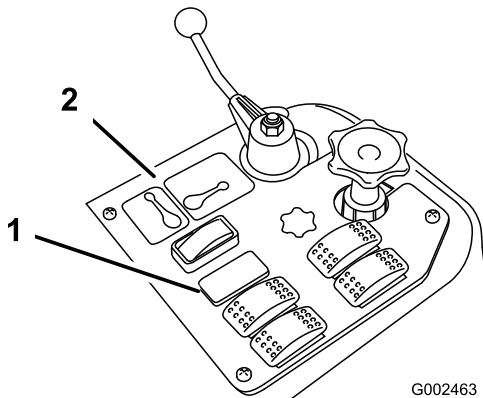
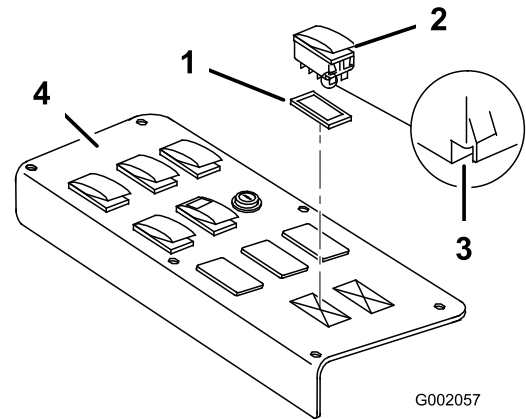

Figura 17
Figura 18
1. Retire el panel de control de pulverización para tener acceso a su cara inferior (Figura 17 para el 1200 y Figura 18 para el 1250).
2. Retire el tapón de la ranura del Sonic Boom del panel de control de pulverización del vehículo e instale el interruptor basculante suministrado en su lugar (Figura 17 para el 1200 y Figura 18 para el 1250).
Nota: Asegúrese de que la orientación del interruptor coincide con lo indicado en Figura 18, con la muesca orientada hacia la parte trasera del vehículo.